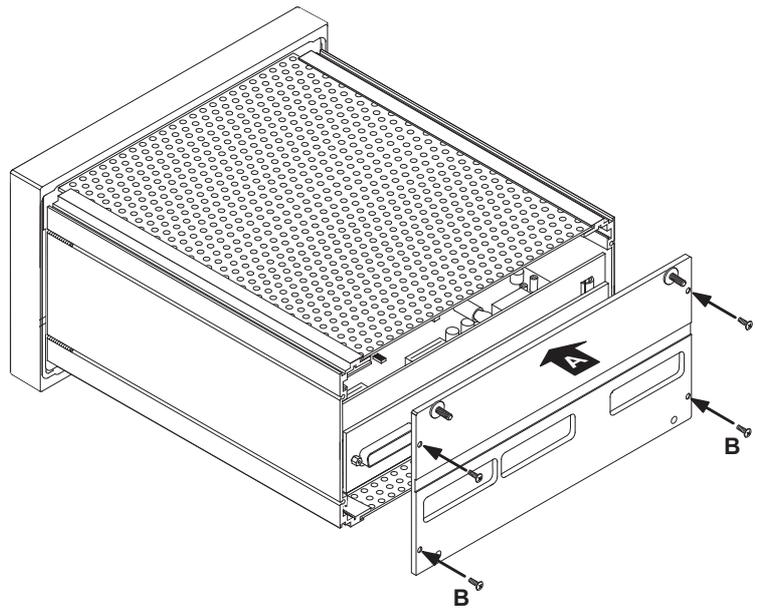

Bild D 8-33: Befestigen der Abdeckung auf der Rückseite
12. Montieren Sie die Abdeckung auf der Rückseite mit den vier Schrauben (siehe Bild D 8-33).